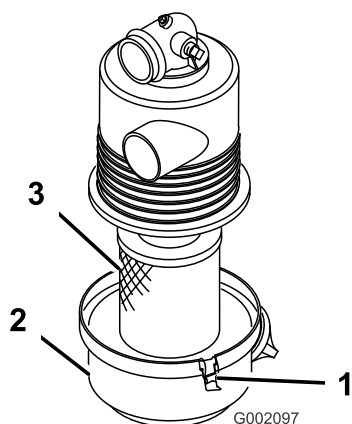

Figure 12
1. Vérifiez si le boîtier du filtre à air présente des dommages susceptibles d'occasionner des fuites d'air. Le couvercle doit être parfaitement ajusté sur le boîtier du filtre à air (Figure 12).
2. Desserrez les verrous qui fixent le couvercle sur le boîtier du filtre à air (Figure 12).
3. Séparez le couvercle du boîtier du filtre à air et nettoyez l'intérieur du couvercle (Figure 12).
3. Insérez l'élément filtrant dans le boîtier du filtre à air (Figure 12).
4. Alignez le couvercle du filtre à air sur le boîtier du filtre à air (Figure 12).
5. Fixez le couvercle au boîtier avec les verrous (Figure 12).